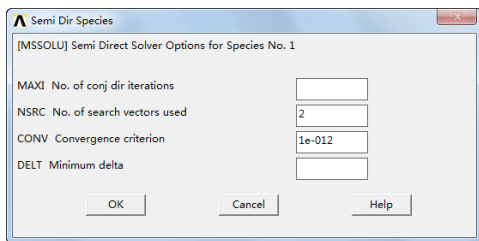

图 10-90 “Semi Dir Species”对话框
25 单击“OK”按钮会弹出“Semi Dir Species”对话框，如图 10-90 所示，“NSRC No. of search vectors used”输入框输入 2，在“CONV Convergence criterion”输入框输入 1e-8。
⑤8 单击“OK”按钮会弹出“Semi Dir Species”对话框，如图 10-90 所示，“NSRC No. of search vectors used”输入框输入 2，在“CONV Convergence criterion”输入框输入 $1\text{e-}8$ ，单击“OK”按钮会再次弹出“Multiple Species”子对话框，单击“Cancel”按钮关闭该对话框。
⑤9 依次选择 Utility Menu→Select→Everything，再依次选择 Utility Menu→Plot→Lines。